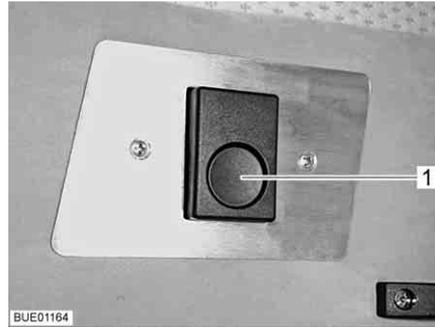

Fig. 99 Bloqueo
- Presionar el botón de desbloqueo (Fig. 99,1). Se ha soltado el bloqueo.